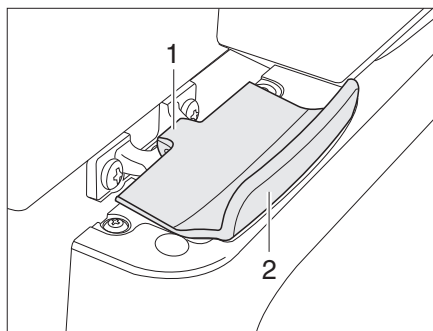

Fig. 361 Bloccaggio della porta del frigorifero, chiuso (Thetford)
- Aprire la porta del frigorifero tirando la maniglia (Fig. 361,2). Il bloccaggio (Fig. 361,1) si sblocca automaticamente.